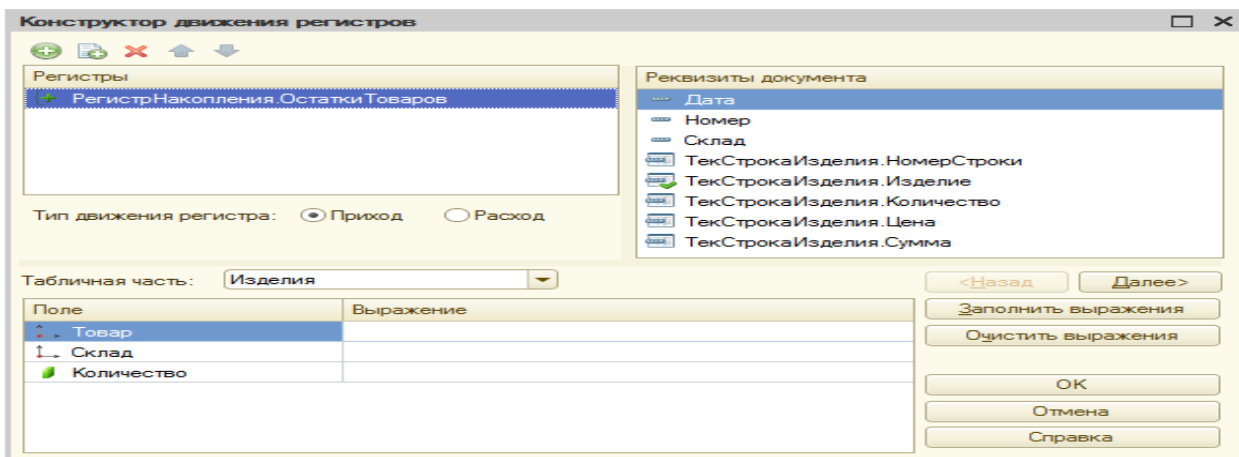

Рис. 45
3. Щелкните на кнопке Конструктор Движений - откроется окно конструктора (рис. 45). Укажите тип движения (Приход) и табличную часть документа (Изделия). Затем, используя кнопку «Заполнить выражения» или двойным щелчком в нужной строке, заполните поля «Выражение» конструктора (рис. 46)